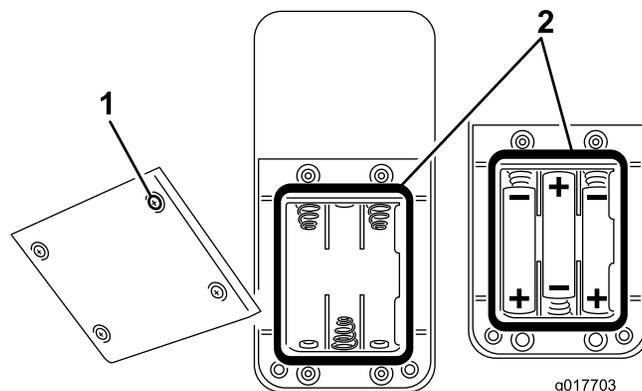

Рисунок 34
2. Если элементы питания устанавливаются в пустой отсек для элементов питания, установите три новых элемента питания размера ААА. Расположите элементы питания, как показано на Рисунок 34.
3. При замене отработавших элементов питания удалите старые элементы питания и установите три новых элемента питания размера ААА. Расположите элементы питания, как показано на Рисунок 34.